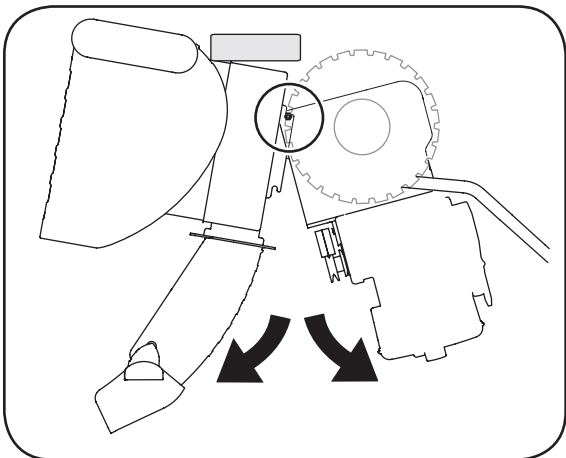

Figure 29
8. Placez une cale en bois sous l'habillage de la tarière, comme à la Figure 29 et séparez l'habillage de la tarière du châssis en faisant basculer l'habillage vers l'avant et en tirant sur les poignées, tirant sur les poignées.